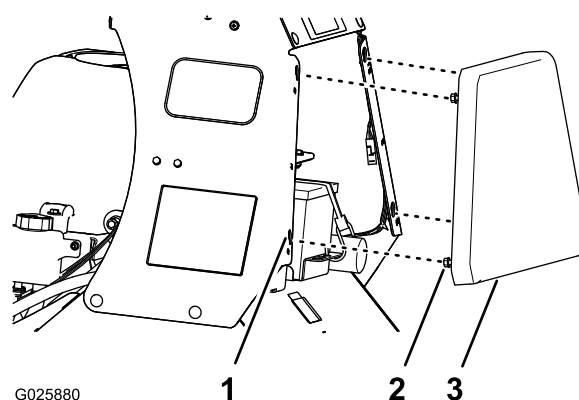

Figure 25
1. Desserrez les 4 boulons à embase qui fixent la plaque aux panneaux gauche et droit de la console (Figure 25).
2. Soulevez la plaque de la console pad (Figure 25) d'environ 13 mm (1/2 po).
3. Tirez la plaque en arrière et déposez-la de la machine (Figure 25).
1. Placez les 4 boulons à embase sur la face avant de la console en face des 4 fentes en trou de serrure dans le cadre de la console (Figure 25).
2. Avancez la plaque jusqu'à ce qu'elle soit de niveau avec le cadre de la console (Figure 25).
3. Abaissez la plaque jusqu'à ce que les boulons à embase soient engagés dans les fentes (Figure 25).